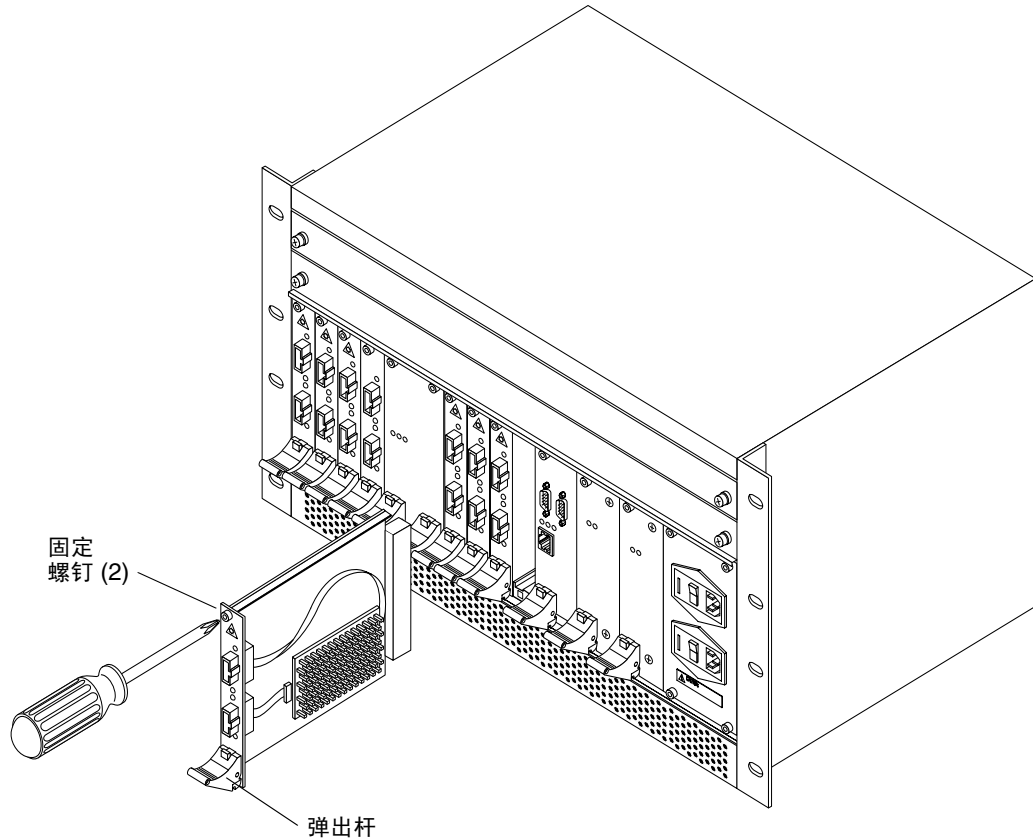

图 2-3 添加光学模块
3. 按下弹出杆的红色锁定按钮，确保解除模块的弹出杆锁定（图 2-3）。